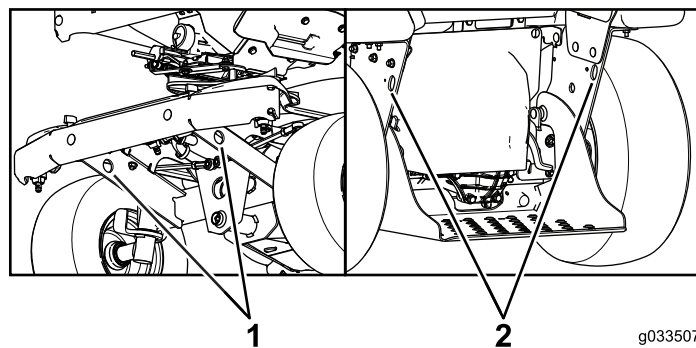

Figura 55
4. Utilice los puntos de amarre de la máquina para sujetar la máquina firmemente al remolque o al camión con correas, cadenas, cables o cuerdas (Figura 55). Consulte en la normativa local los requisitos aplicables al remolque y al sistema de amarre.